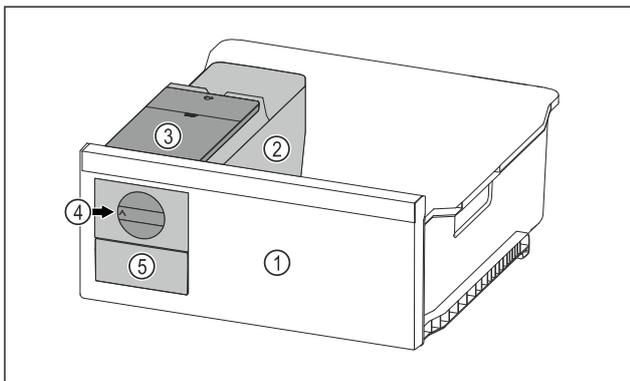

Fig. 127 Ілюстративне зображення
- ▶ Поворотну ручку Fig. 127 (4) повернути за годинниковою стрілкою до упору.
- ▶ Кубики льоду випадають із ванночки для кубиків льоду у висувний ящик для кубиків льоду Fig. 127 (5). Якщо не всі кубики льоду виймаються з ванночки для кубиків льоду: